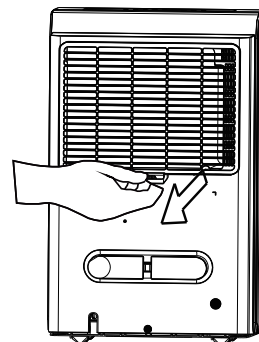

Fig. 14
- Om de filter te verwijderen, trekt u de filter naar buiten (zie Fig.14).